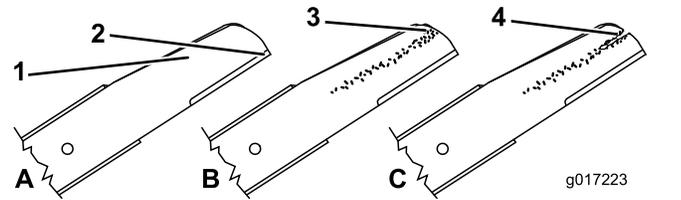

Figura 38
1. Controllate i taglienti (Figura 38). Se i taglienti non sono affilati o presentano intaccature, togliete le lame ed affilatele o sostituitele.
2. Controllate le lame stesse, in particolare l'area curva (Figura 38). Se notate eventuali danni, usura o una fessura in quest'area, sostituite immediatamente con lame nuove.